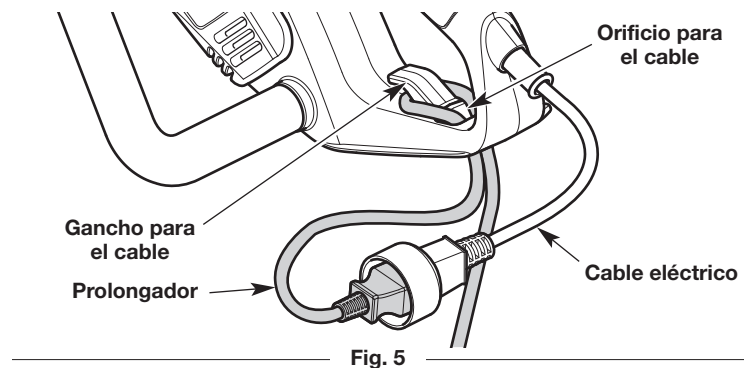

Fig. 5
1. Enchufe el cable de alimentación al prolongador (Fig. 5).
3. Pase el cable enlazado por el orificio para el cable (Fig. 5).
4. Ubique el bucle sobre el gancho para el cable (Fig. 5). Tire suavemente del bucle para sujetar el cable en su lugar.
2. Desenchufe el cable de alimentación del prolongador (Fig. 5).
3. Extraiga el cable enlazado del gancho para cables y del orificio para el cable (Fig. 5).